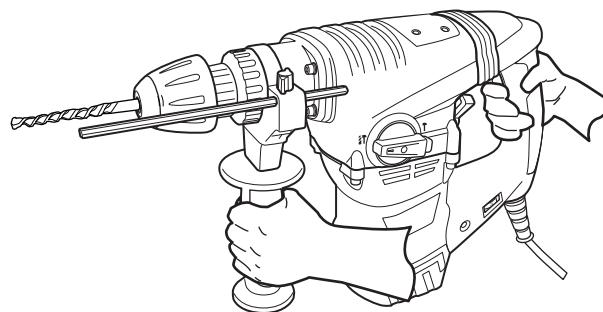

Fig. 7
- > Țineți produsul întotdeauna de mâneră. Țineți mânerele uscate pentru a asigura susținerea adecvată (Fig. 7).